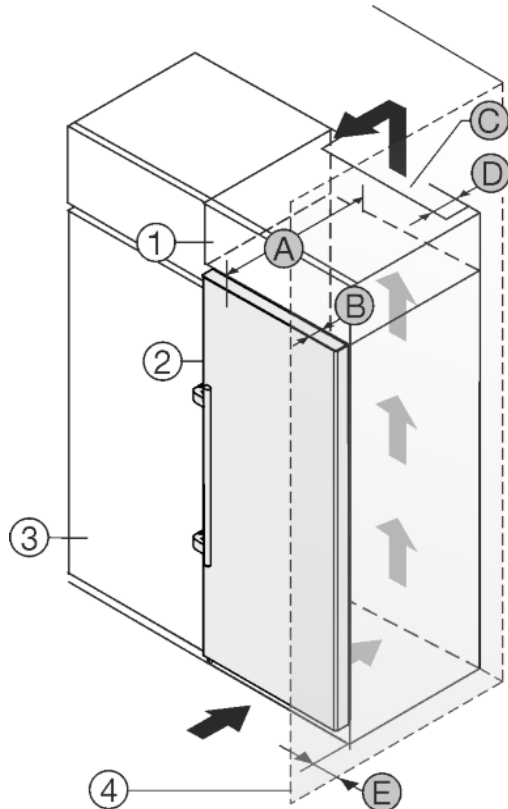

Fig. 9
Het apparaat kan in keukenkasten worden ingebouwd. Om het apparaat overeenkomstig de diepte Fig. 9 (B) t.o.v. het keukenkastfront uitsteken, kan boven het apparaat een opzetkast Fig. 9 (1) worden aangebracht.
Het apparaat kan direct naast de keukenkast Fig. 9 (3) worden geplaatst. Om de deuren volledig te kunnen openen, moet het apparaat overeenkomstig de diepte Fig. 9 (B) t.o.v. het keukenkastfront uitsteken. Afhankelijk van de diepte van de keukenkast en het gebruik van de wandafstandhouders kan het apparaat verder uitsteken.
- Aan de achterzijde van de opzetkast moet een luchtafvoerkanaal met de diepte Fig. 9 (D) over de volledige breedte van de opzetkast aanwezig zijn.
- Onder het plafond moet de ventilatiedoorsnede Fig. 9 (C) worden aangehouden.
Wanneer het apparaat met de scharnieren naast een wand Fig. 9 (4) wordt geplaatst, moet de afstand Fig. 9 (E) tussen apparaat en wand worden aangehouden. Dit komt overeen met de uitsteekmaat van de handgreep bij geopende deur.